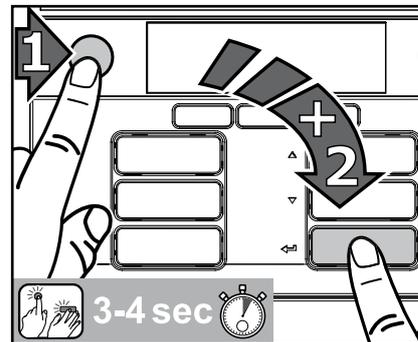

Fig. 31
1. Em primeiro lugar, prima o botão STOP, depois, a tecla Enter e mantenha ambas as teclas premidas em simultâneo durante 3-4 segundos para activar o modo de limpeza. (Fig. 31)